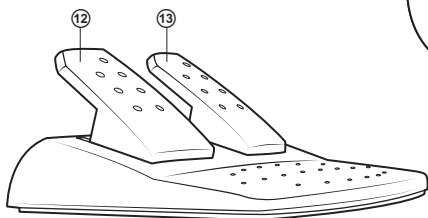

Рис. 3. Блок педалей
- Подключите к устройству блок педалей (рис. 3) с помощью встроенного в блок кабеля к разъему RJ-11 Ⓞ, а потом подключите манипулятор кабелем USB Ⓟ к свободному порту USB компьютера.